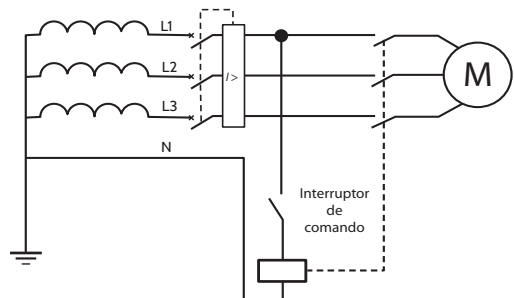

Figura 12 Método d1a) Circuito de Control, sin transformador, conectado entre línea y neutro de un sistema puesto a tierra
- a) recibiendo alimentación entre un conductor de línea y el conductor neutro, ver la Figura 12; o
Nota 1 La Figura 12 muestra el caso en el que la alimentación se realiza en el ECT TN. El circuito de control es el mismo en el caso de un ECT TT
Nota 2 En la Figura 12 no se muestra ningún dispositivo de protección necesario para el circuito de potencia ni para el circuito de control, cuyas disposiciones se establecen en 6.3 y 7.2